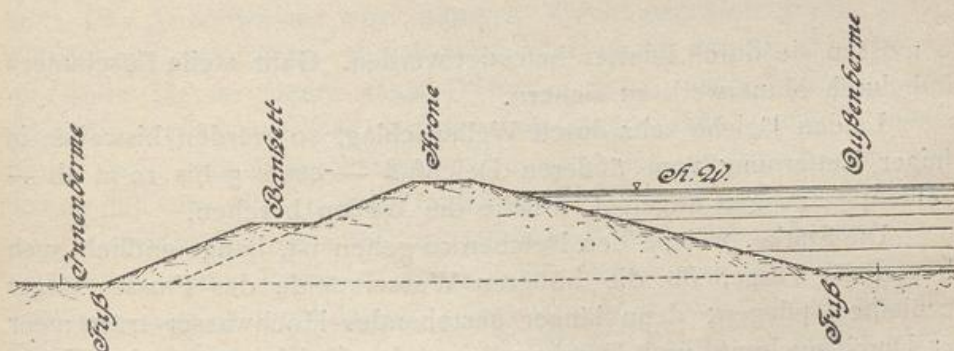
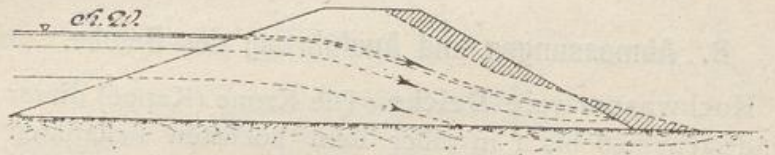

Abb. 582.
Abb. 583.
2. Hochwasserfreie Deiche. Die Krone (Kappe) dieser Deiche liegt mindestens 0,6 bis 1 m über dem höchsten bekannten Hochwasserstande (Abb. 582). Diese Kronenhöhe ist nötig mit Rücksicht
Kronenbreite mindestens 2 m, möglichst 2,5 bis 4 m, so daß die Krone zur Erleichterung der Deichverteidigung befahrbar ist; Außenböschung 1:2,5 bis 1:4, meistens 1:3, Innenböschung 1:2 bis 1:2,5. Je höher der Deich ist, anderseits auch je schlechter (magerer, sandiger) die Deicherde ist, desto flacher müssen die Außen- und Innenböschungen sein. Die Außenböschung ist meistens flacher als die Innenböschung mit Rücksicht auf Wellenschlag und Strömung. Ist die Deicherde schlecht, so sind bei großem Hochwasser am inneren Deichfuß Sickerungen zu befürchten, welche zu Rutschungen führen können (Abb. 583), ebenso, wenn der Untergrund sandig ist. In diesem Falle muß dann auch die Innenböschung möglichst flach gemacht werden (1:3 bis 1:4), oder man ordnet eine Verstärkungsberme an (Bankett, Fußdeich, Abb. 582), 2 bis 3 m breit, 2 bis 2,5 m unter der Deichkrone liegend. Längs dem inneren und